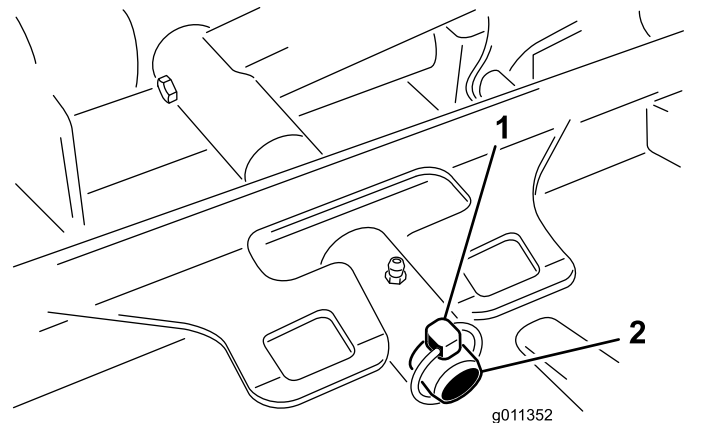

Figure 65
3. Retirez la goupille ou l'écrou de retenue (GM 4700 uniquement) qui fixe le bâti porteur du plateau de coupe à l'axe de pivot du bras de relevage (Figure 65).
3. Faites glisser le bâti porteur du plateau de coupe sur l'axe de pivot du bras de relevage. Fixez avec la goupille ou l'écrou de retenue (GM 4700 uniquement) (Figure 65).